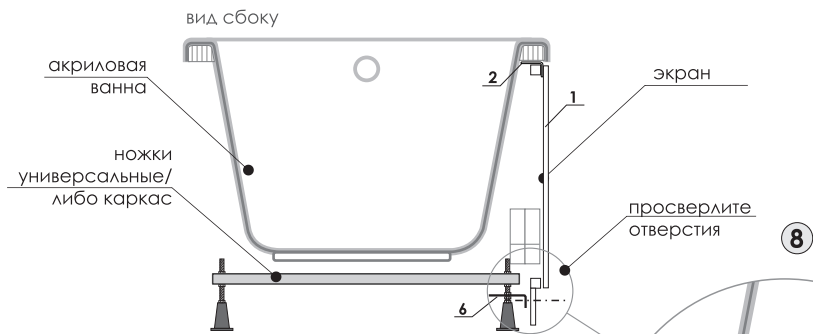

рис. 8
8. Просверлите отверстия диаметром 2,5 мм в местах разметки фиксации (рис.8).